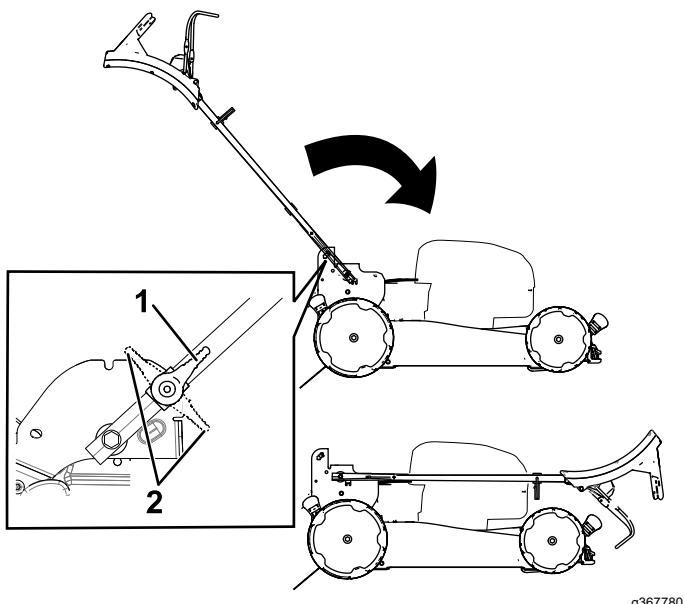

Figura 19
3. Abra las palancas de bloqueo del manillar (Figura 19).
4. Pliegue el manillar completamente hacia adelante (Figura 19).